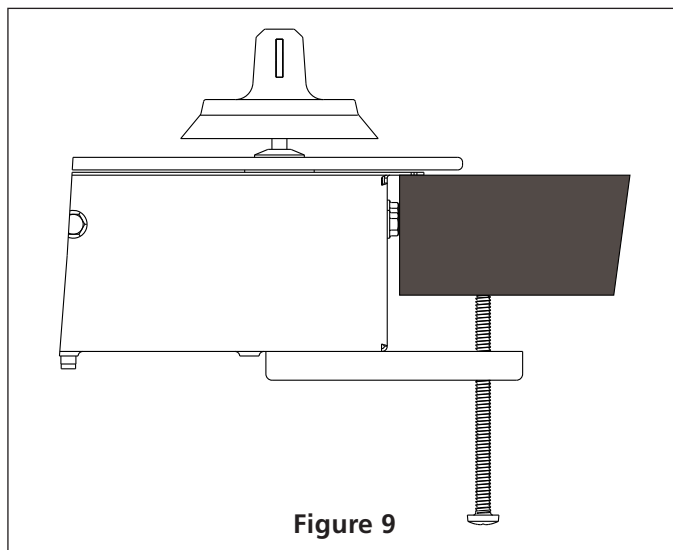

Figure 9
4. Sécurisez la table de cuisson au comptoir. Voir Figure 9.